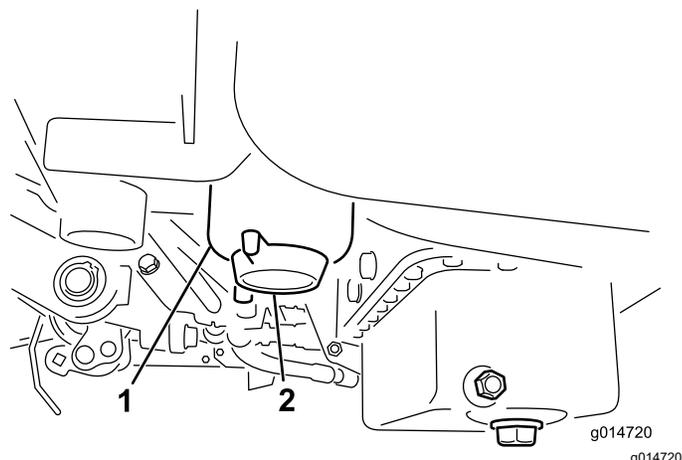

图 36
3. 打开燃油滤清器上的排油塞大约旋转一周排干积水图 36。